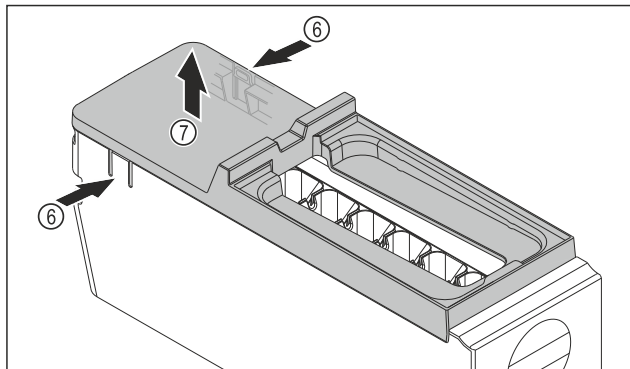

Fig. 75
- Odstráňte kryt korpusu EasyTwist-Ice: strmeň Fig. 75 (6) na oboch stranách korpusu EasyTwist-Ice zatlačte rukou.
- Kryt Fig. 75 (7) odoberte druhou rukou smerom nahor.